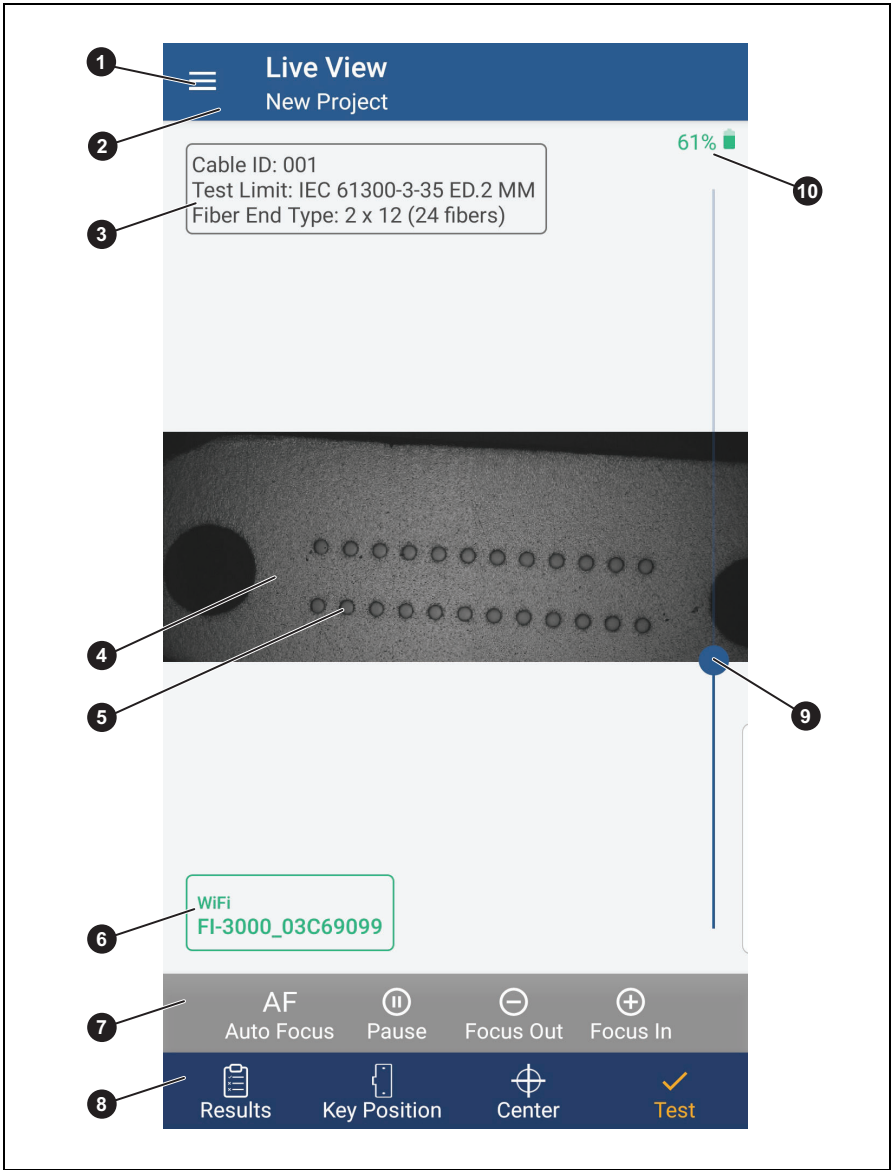

Abbildung 7. Live View-Bildschirm
1. Tippen Sie auf die WLAN-Verbindungsanzeige. Siehe Abbildung 7 und Tabelle 4.
Abbildung 7 und Tabelle 4 führen die Funktionen des Live View- oder des Startbildschirms aus.